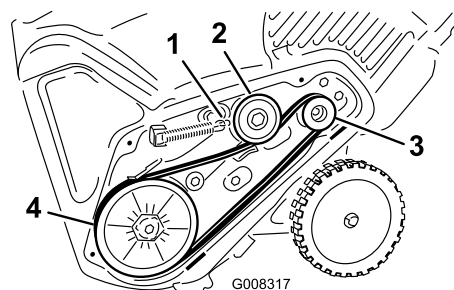

Figure 32
5. Montez et acheminez la nouvelle courroie comme indiqué à la Figure 32.
8. Raccrochez le ressort de frein au bras de la poulie de tension (Figure 32).